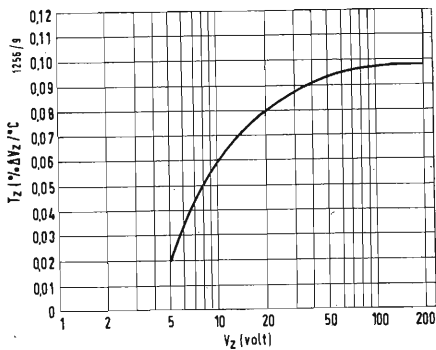

Fig. 6 - Coefficiente di temperatura della tensione Zener in funzione della tensione Zener stessa.
2) una variazione della tensione Zener poichè si hanno variazioni nella temperatura della giunzione a causa delle variazioni di corrente che la attraversano. Nel campo delle tensioni riportate in fig. 4, il coefficiente di temperatura della tensione Zener ($\Delta V_z / ^\circ C$ in %) è positivo, (fig. 6) e quindi le variazioni della tensione Zener dovute sia alla resistenza interna del diodo sia al suo riscaldamento si sommano. La variazione della tensione di uscita dovuta alla resistenza interna del diodo è data semplicemente dal prodotto di tale resistenza interna per la variazione della corrente Zener: